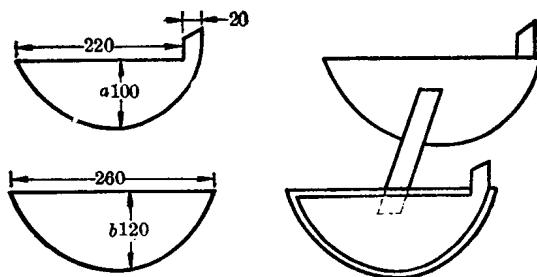

图 6 倾动板
2. 按图 6 作倾动板。用厚 10 mm 木板作两块(a)，在倾动板背面各钉一块铅皮(b)(以防小车滑出)。并用宽 30 mm, 厚 15 mm, 长 200 mm 的一条木块将其联结起来。待将炉体连同小车一起安放在上面；